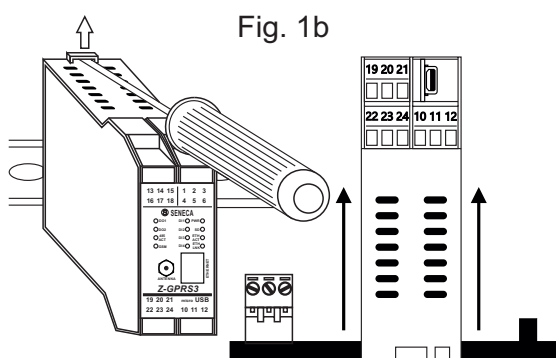

Fig. 1b
- 1) Déplacer vers l'extérieur les deux crochets sur la partie arrière du module comme illustré dans la fig. 1b.
Comme illustré sur la figure 1b: